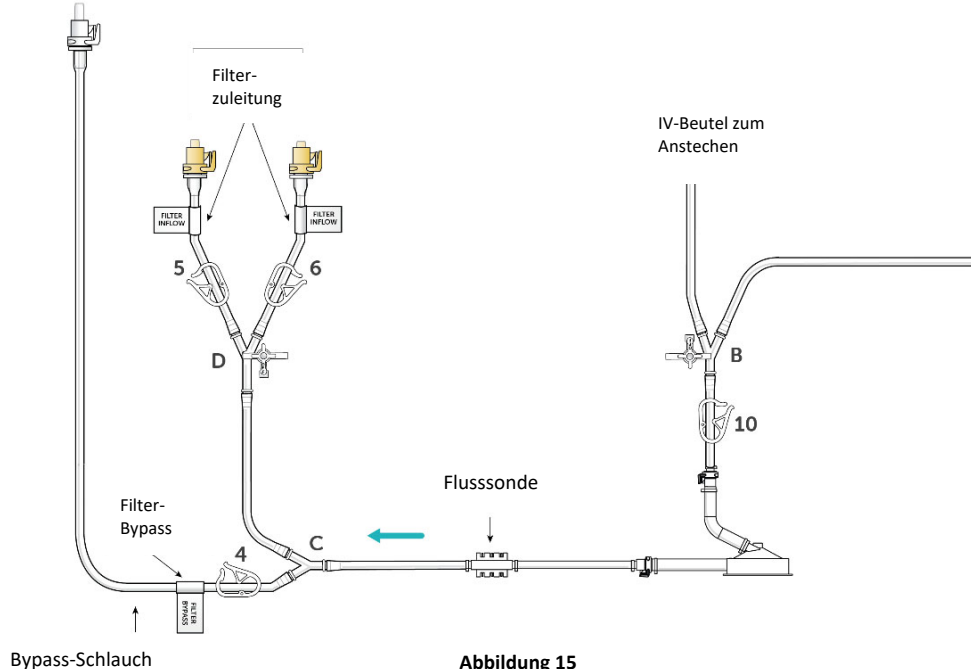

Abbildung 15
- (a) Füllen Sie den Pumpenkopf, die Zuleitungsfilter und Bypass-Schläuche vor, indem Sie Klemme 10, Absperrhahn „D“ und Klemme 4 öffnen, siehe Abbildung 15.